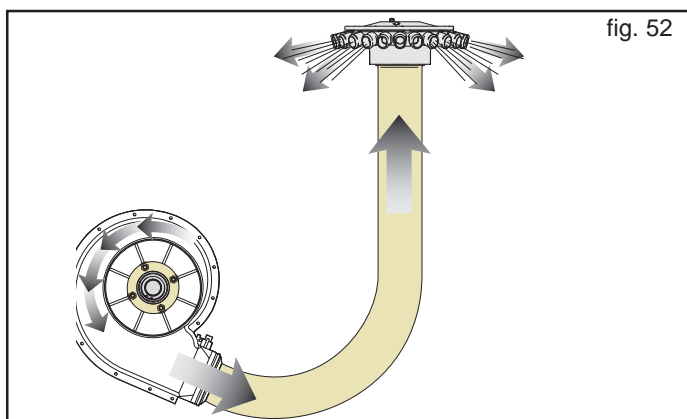

fig. 52
Auf Abbildung 52 (A) ist ein Beispiel zum Produktionsjahr der ölhydraulischen Rohre angegeben.
- Lecks in der Nähe der Einlagen (B, Abb. 52);
- Korrosion der Einlagen (B, Abb. 52);
- mehr als 5 Jahre seit dem Produktionsdatum vergangen sind (A, Abb. 52).